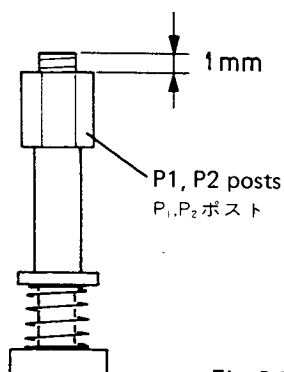

Fig. 3-3
3. Perform coarse adjustment of bottoms of the P1 and P2 posts. Here, since temporary adjustment is made, turn the top of the P1 and P2 posts using the hexagonal wrench so that the shafts of the posts protrude by about 1mm as shown in Fig. 3-3.
ここでは仮調整なので、目安として図3-3の様にP1ポスト、P2ポストのシャフトが上に1mm ぐらい出る様にP1、P2ポストの頭を六角レンチにより調整する。